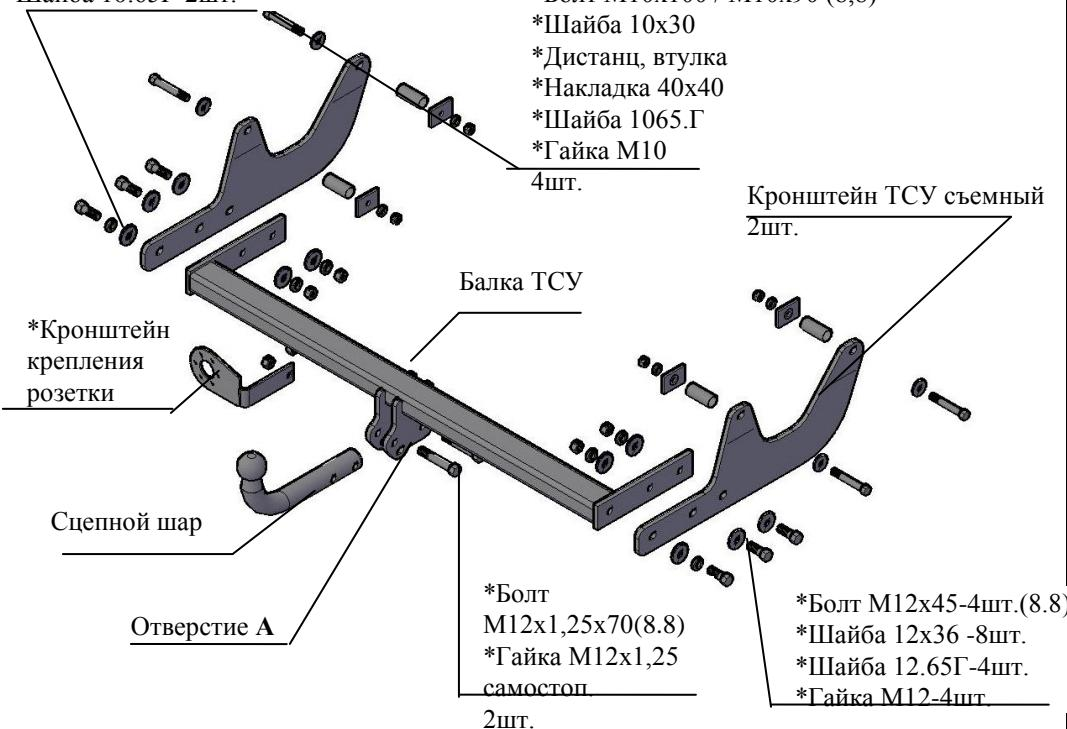

Рис.1 Тягово-сцепное устройство 2011.
2.1 ТСУ 2010.C в сборе (рис.1)	1 шт.
2.2 Пакет с комплектующими (см. рис.1)	1 шт.
4.2 Закрепить съемные кронштейны ТСУ к наружным полкам лонжеронов а/м болтами M10x100 (для Лада Ларгус Кросс – болтами M10x90), соблюдая положение болтов в соответствии с рис.1, внутрь лонжеронов установить дистанционные втулки, шайбы 10x30 установить под головки болтов, под гайки подложить накладки 40x40 и шайбы 10.65Г. Крепеж не затягивать.